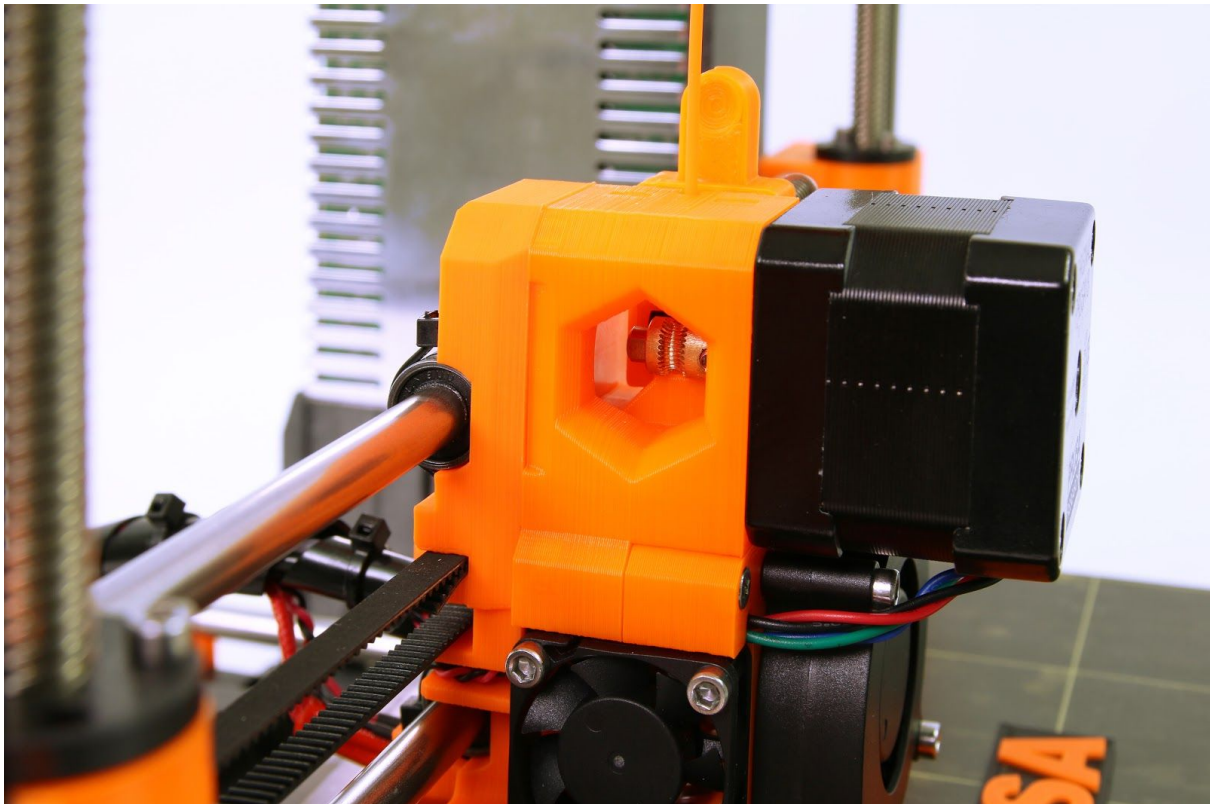

Bild 34 - Reinigung des Extruders - man sieht das Antriebsritzel durch das Service-Loch hindurch.
- Der nächste Schritt ist die Reinigung des Extruders. Auf der linken Seite des Extruders befindet sich ein Wartungsloch, über das Sie Zugang zu den Antriebsritzeln haben (Bild 34).